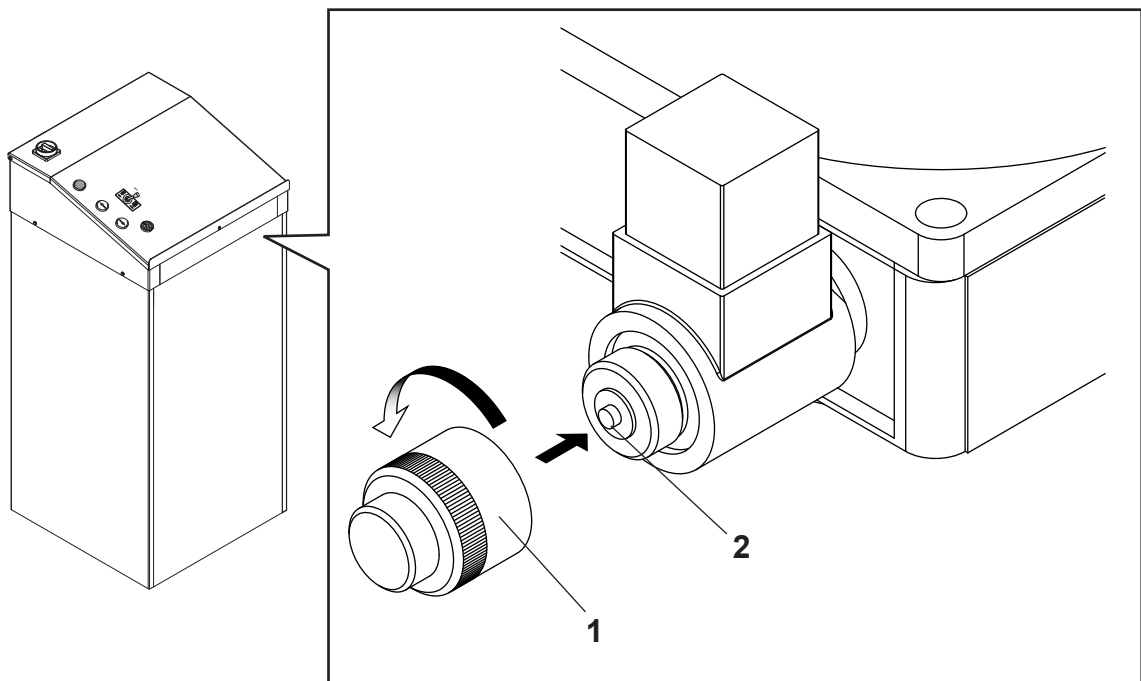

Fig. 45
- aprire la valvola di discesa manuale prima svitando il tappo di protezione (1)(Fig.45), poi premere sul dispositivo (2).
- Open the manual drop valve by unscrewing the protection cap (1)(Fig.45) and then pressing device (2).
- Das manuelle Absenkenventil öffnen, indem zuerst der Schutzstößel (1)(Fig.45) losgeschraubt und dann die Vorrichtung (2) betätigt wird.
- Ouvrir la valve de descente manuelle en dévissant d'abord le bouchon de protection (1)(Fig.45) et en appuyant ensuite sur le dispositif (2).
- abra la válvula de descenso manual desenroscando el tapón de protección (1)(Fig.45) y, luego apriete el dispositivo (2).